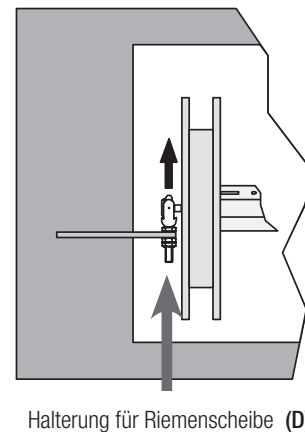

Abb. 4
3. Die Riemenscheibenhalterung aus der Klammer (Abb. 4, Bez. D) nehmen